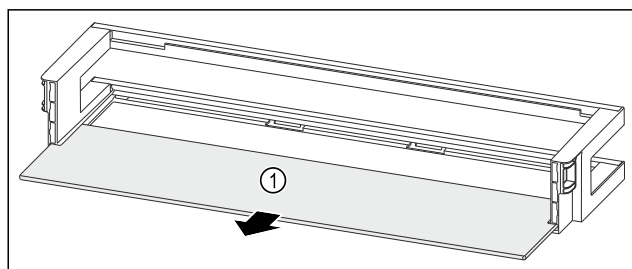

Fig. 136 Balconnet de contre-porte avec tablette de rangement
- Retirer la tablette de rangement Fig. 136 (1).